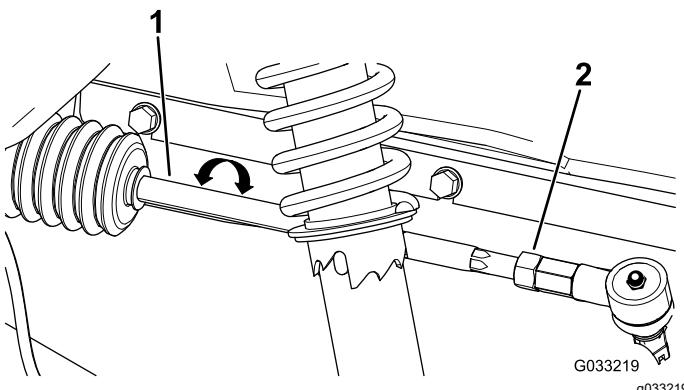

Figure 102
1. Desserrez les écrous de blocage à l'extrémité extérieure des biellettes (Figure 102)